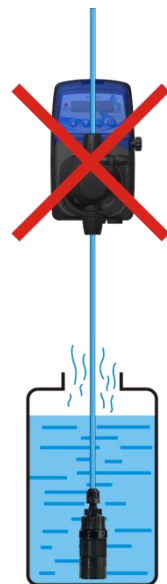

Figure 2
- Si l'installation à traiter fonctionne à la pression atmosphérique et que le réservoir de produit chimique doit être impérativement positionné à une hauteur supérieure à celle du point d'injection (Fig. 2), contrôler à intervalles réguliers le fonctionnement de la valve d'injection (I), dans la mesure où son usure excessive pourrait conduire à l'introduction d'additif dans l'installation par gravité (y compris quand l'appareil est à l'arrêt). Si le problème persiste, mettre en place une valve de contre-pression (V) correctement étalonnée entre la pompe de dosage et le point d'injection.